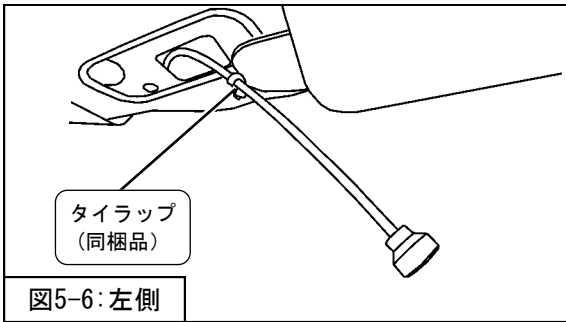
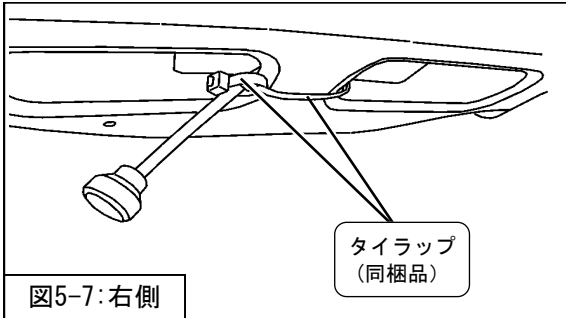

図5-6: 左側
図5-7: 右側
3. タイラップ (同梱品) を使用して、ケーブルを車両に固定してください。(図5-6・図5-7)